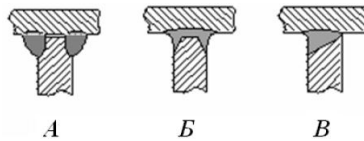

Рисунок 10.3 - Таврові типи зварних з'єднань
- **тавровими** - коли елементи що з'єднуються, перпендикулярні або, що досить рідко, похилі (рис. 10.3). Таврові з'єднання можуть бути виконані кутовим швом (рис. 10.3, а) з однієї сторони або по обидва боки, стиковим швом (рис. 10.3, б, в);